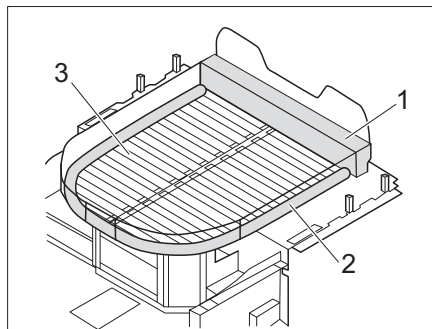

Fig. 184 Lit avec rallonge de matelas (avec matelas supplémentaire et sommier)
- Installer des matelas supplémentaires (Fig. 184, 1 et 2) à l'avant et autour du lit Queen.
- Déployer le sommier (Fig. 184,3).